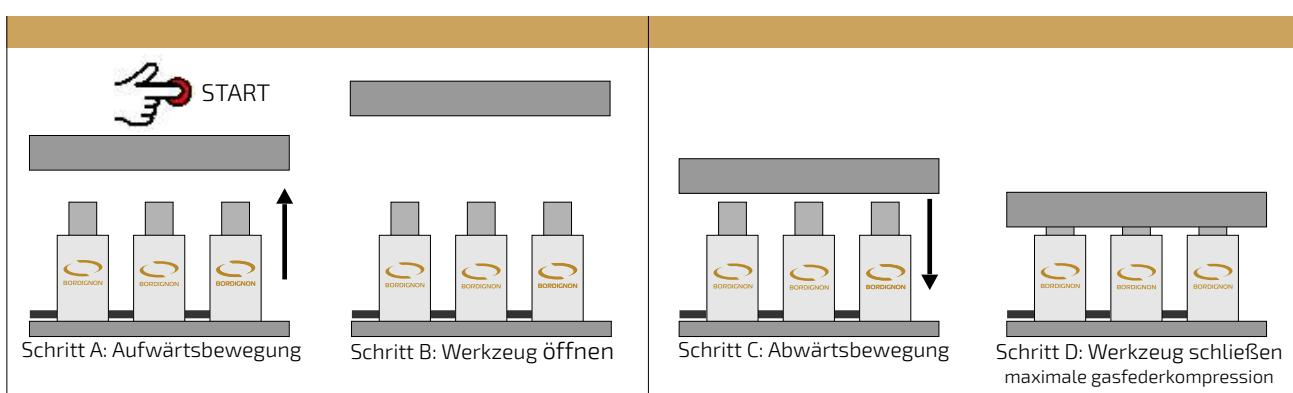

Abb. 8
- Beachten Sie, dass das Werkzeug geöffnet und die Stickstoff-Gasfedern in Ruhestellung sein müssen (Abb. 8 – Schritt B). Der Stickstofftank muss geöffnet sein
Aus diesem Grund muss das Start-Signal während des Aufwärtsbewegung des Werkzeugs aktiviert sein und während der Abwärtsbewegung des Werkzeugs deaktiviert werden, bevor die Gasfedern zu komprimieren beginnen. Siehe Abb. 8.
3. Drücken Sie die Gasfedern bis zum Hubende herunter (Abb. 8 – Schritt D);